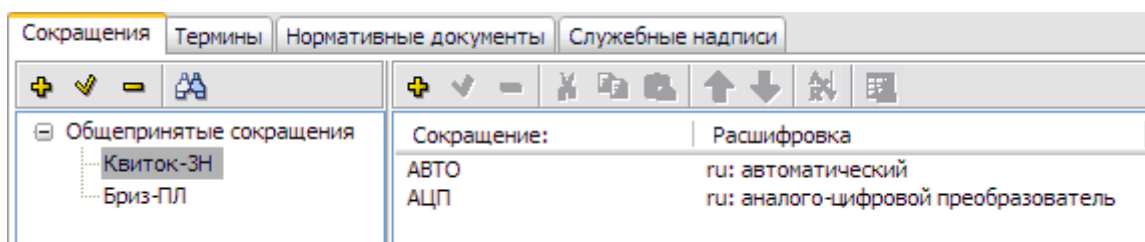

Рис. 3.60
6. Нажмите на кнопку **Импорт**. В правом окне редактора появятся импортированные сокращения (Рис. 3.60).